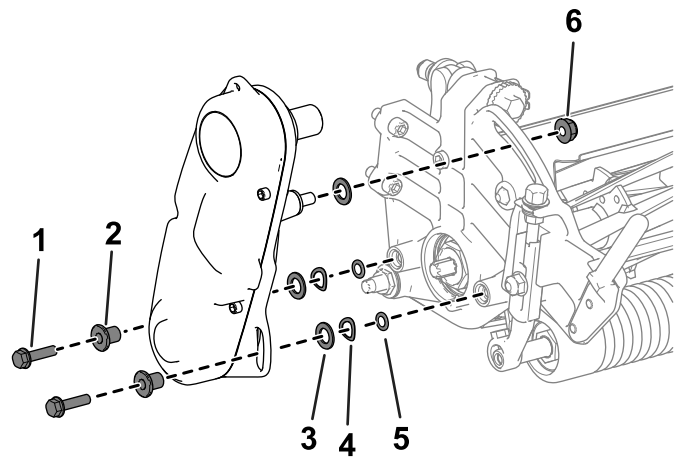

Figure 4
1. Retirez les fixations qui maintiennent le système d'entraînement du cylindre sur la plaque latérale (Figure 4).
2. Déposez l'entraînement du cylindre, les rondelles plates, les rondelles élastiques, les entretoises et les joints toriques de la plaque latérale (Figure 4).